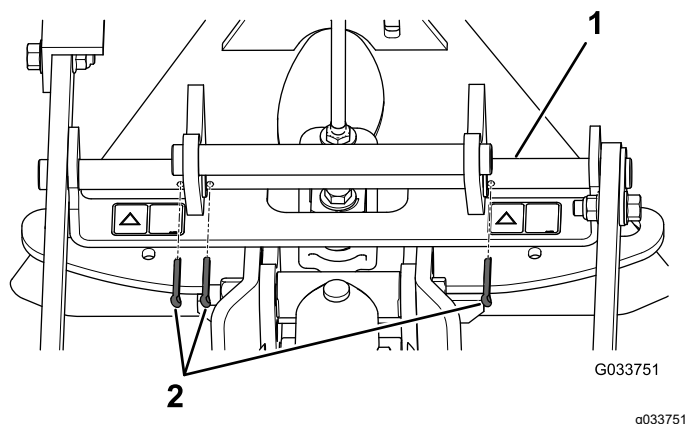

図 6
- ピボットバーの3つの穴それぞれにコッターピンを通す 図 6。
注 ピボットバーの穴が 図 6 のような位置になっていることを確認してください。